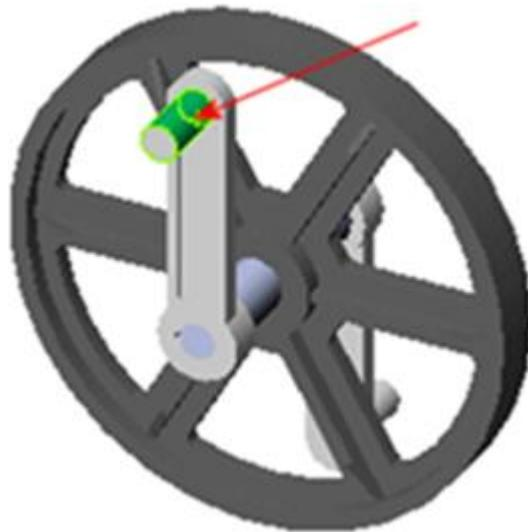

Рис. 3.5. Вибір поверхні верхньої шпильки
b. Виберіть вікно **Грані, кромки, вершини та довідкові точки для сили** , потім виберіть поверхню верхньої шпильки CrankArm (плеча кривошипа), як показано на рис. 3.5.